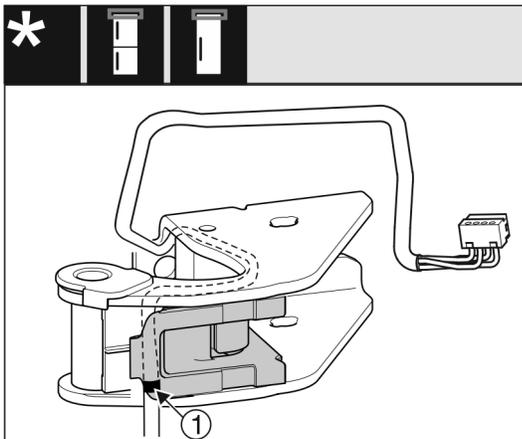

Fig. 26
- ▶ Le repère central doit se trouver sur le bord du support de câble *Fig. 26 (1)*.